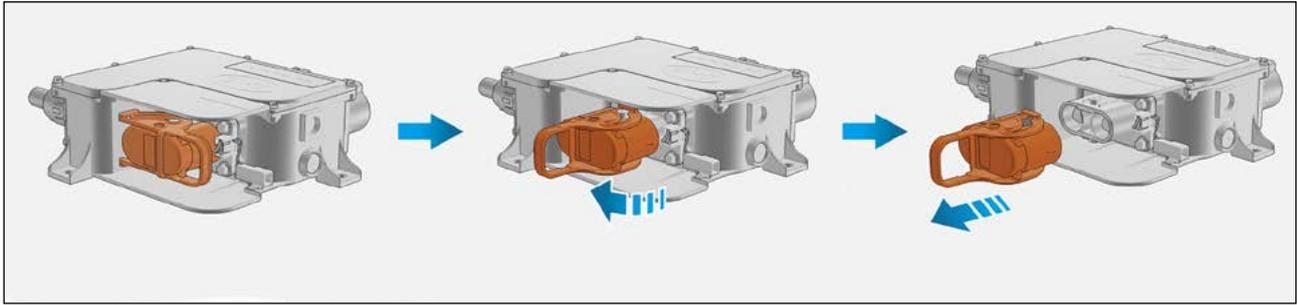

Figura 2-3: Remoção da alavanca do interruptor de manutenção (fonte de alimentação de alta tensão)
4. Remova a alavanca do interruptor de manutenção, conforme mostrado na *figura 2-3*.